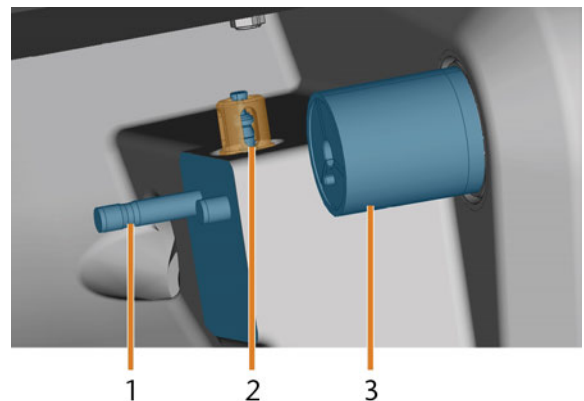

FIG. 66 – PORTA-UTENSILI DI FRESATURA, CHIAVE DI MISURAZIONE, PORTABLOCCO (IN BLU)
4. Pulire la chiave di misurazione con la spazzola bagnata (☞ Fig. 66 – nel seguito).